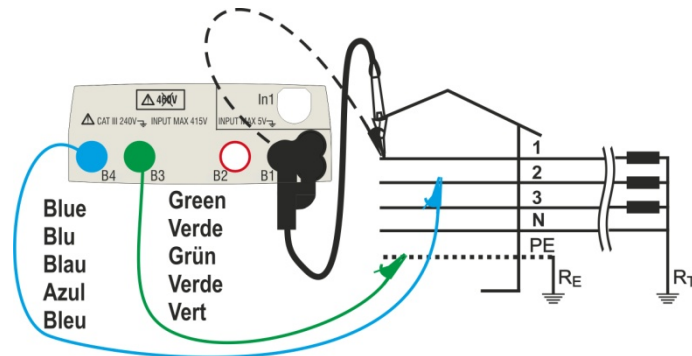

Abb. 17: Messung P-P in dreiphasigen 400V + N + PE Systemen
4. Verbinden Sie die Krokodilklemmen oder den Tastkopf mit der elektrischen Anlage entsprechend Abb. 17.